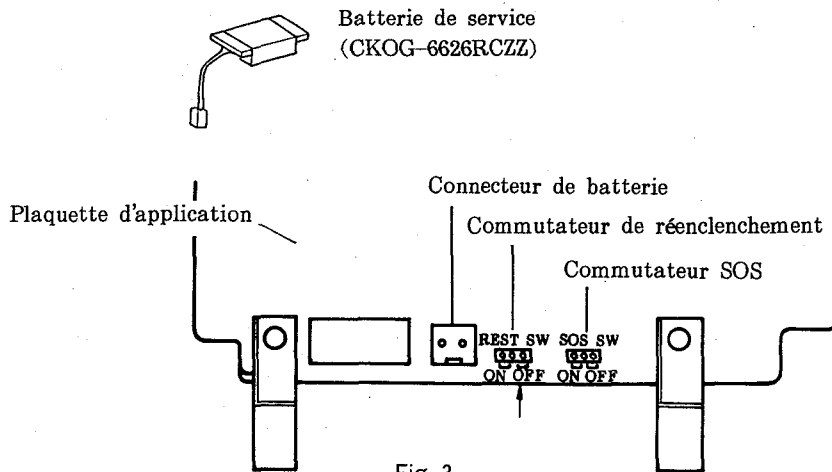

Fig. 3
a) Brancher une batterie de service (CKOG-6626RCZZ) au connecteur de la batterie situé sur la plaquette d'application. (Voir la Fig. 3.)
b) Régler le commutateur de réenclenchement sur ON (en circuit). (Voir la Fig.3 ci-dessus.)
- (6) Après le raccordement des deux plaquettes, vérifier ou régler de la manière suivante les commutateurs sur les plaquettes (pour les positions des commutateurs, voir les Figs. 3, 5 et 6):